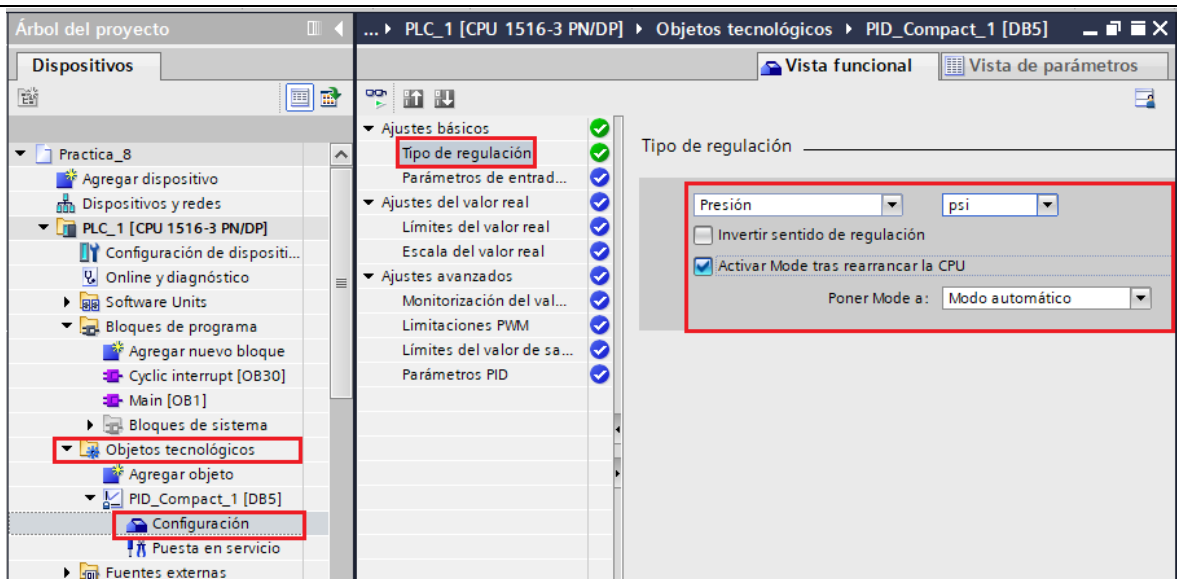

Figura 38. Configuración de parámetros PID.
- Luego se procede a configurar el bloque PID, para ello primero debe dirigirse a él “Árbol del proyecto” / “Objetos tecnológicos” / “PID_Compact_1 [DB1]” / “Configuración”. En la pestaña “Tipo de regulación” escoger las siguientes opciones (ver Figura 38).